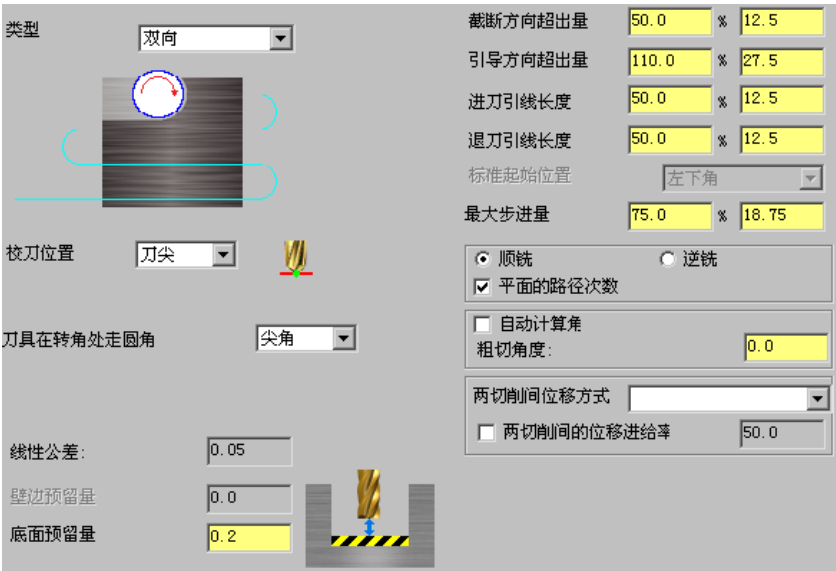

图 25.9 “切削参数”参数设置界面
(1) 完成上步操作后,在“2D 刀具路径-平面铣削”对话框的刀具列表中双击该刀具,系统弹出“定义刀具-机床群组-1”对话框。
(2) 设置刀具号码。在“定义刀具-机床群组-1”对话框中的 **刀具号码** 文本框中,将原有的数值改为 1。
(3) 设置刀具的加工参数。单击“定义刀具-机床群组-1”对话框中的 **参数** 选项卡,在 **进给速率** 文本框中输入值 400.0,在 **下刀速率** 文本框中输入值 200.0,在 **提刀速率** 文本框中输入值 500.0,在 **主轴转速** 文本框中输入值 800.0。
(4) 设置冷却方式。在 **参数** 选项卡中单击 **Coolant...** 按钮,系统弹出“Coolant...”对话框,在 **Flood** (切削液) 下拉列表中选择 **On** 选项,单击该对话框中的 按钮,关闭“Coolant...”对话框。
Step8. 设置加工参数。在“2D 刀具路径-平面铣削”对话框的左侧节点列表中,单击 **切削参数** 节点,设置图 25.9 所示的参数。